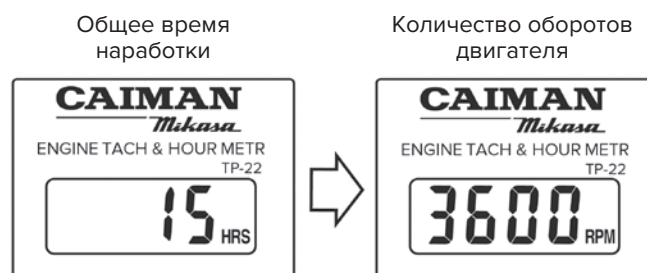

Рис. 13
9. Во время работы на дисплее отображается количество оборотов (рис. 13).